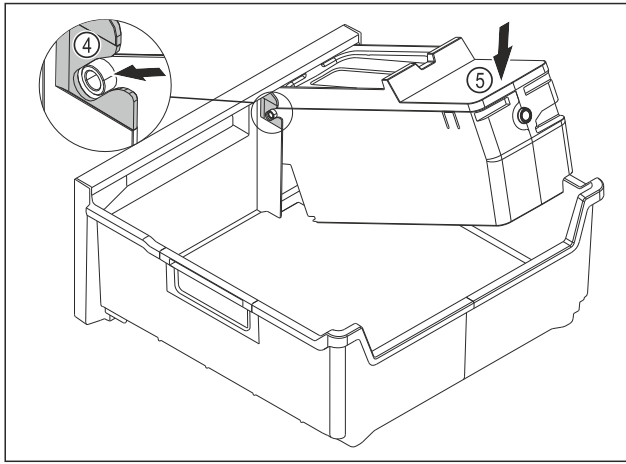

Fig. 120
- ▶ EasyTwist-Ice-Korpus montieren: Achsen des EasyTwist-Ice-Korpus in die Führungen Fig. 120 (4) einschieben.
- ▶ EasyTwist-Ice-Korpus Fig. 120 (5) hinten nach unten drücken.